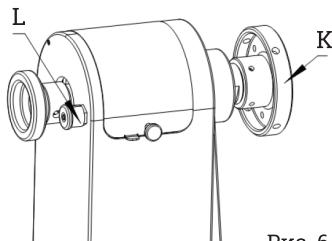

Рис. 6
6. Планшайба (K на рис. 6). Используется для обработки чашеобразных деталей и тарелок. На ней предусмотрено несколько резьбовых отверстий для крепления заготовки.
7. Делительное устройство передней бабки (L на рис. 6). Вставить стопорный штифт в делительное устройство, убедившись, что он вошел в отверстие шпинделя. В шкиве шпинделя предусмотрено 24 отверстия с шагом 15°. Сочетание отверстий позволит нанести на заготовку разметку для равномерного поворачивания заготовки при создании специальных контуров.